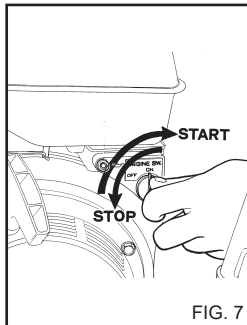

FIG. 7
3) Situar el conmutador del motor en la posición ON (fig. 7).
a) Situar el conmutador del motor en la posición OFF. (fig. 7).